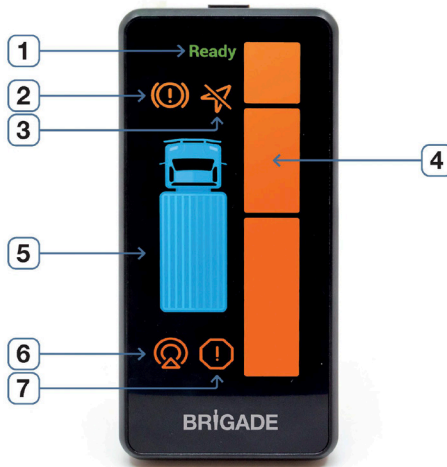

Abbildung 1-4 Beschreibung der Warnanzeige
- **Warnstufe 1:** Wenn der Lenkradwinkel unter 30° liegt und eine VRU in den Warnbereich eintritt, leuchtet ein Abschnitt der Warnleuchten-LEDs auf, wie in Abbildung 1-4.